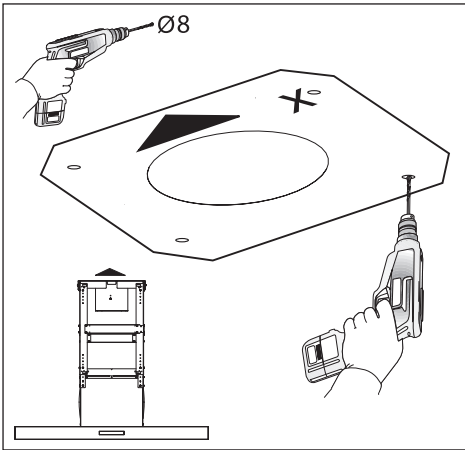

Fig.7
- Разместить сверильный шаблон на потолке, расположив стрелку со стороны устройств управления (Рис.7)